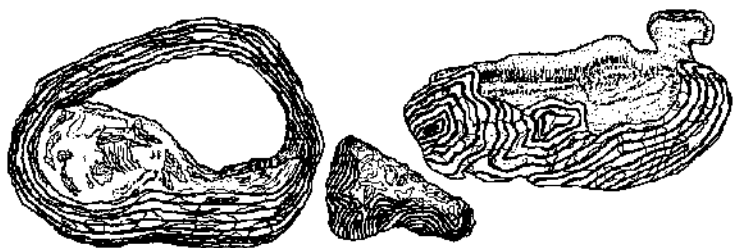

Рис. 152. Изменение фактуры древесины методом «рваных» волокон
**Малоинтересную фактуру оживим методом «рваных» волокон.** В наружном слое сувель-вала древесные волокна имеют причудливое строение, что создает неповторимый естественный рисунок, самой природой до блеска зеркального отполированный. Однако у отдельных сувель-валов бывают не очень интересные форма и фактура, например, в виде почти гладкого шара или полушара, и тогда для оживления скучной и маловыразительной поверхности применяют ее рифление методом «рваных» волокон. Для этого используют сухой сувель-вал, но поверхность его сильно увлажняют, для чего мокрой тряпочкой смачивают ее и, завернув в эту тряпочку, выдерживают минут 20 — 30. Затем узкой стамеской и угольником или ножом-косяком у границы рисунка подрезают волокна на нужную глубину и приподнимают их над поверхностью нароста с таким расчетом, чтобы была возможность надежно захватить их пинцетом, небольшими плоскогубцами или круглогубцами. После чего отделенные волокна осторожно вырывают из древесины, строго следуя за их направлением. Бывает, что волокна обрываются, тогда снова стамеской-уголком поднимают потерянные волокна и продолжают работу. При подходе к противоположной стороне рисунка клиновидную полоску аккуратно обрезают стамеской-уголком. Рядом с первой вырывают вторую и последующие полоски, пока бороздками, оставшимися от них, не будет покрыта вся поверхность, намеченная для обработки этим методом (рис. 152).